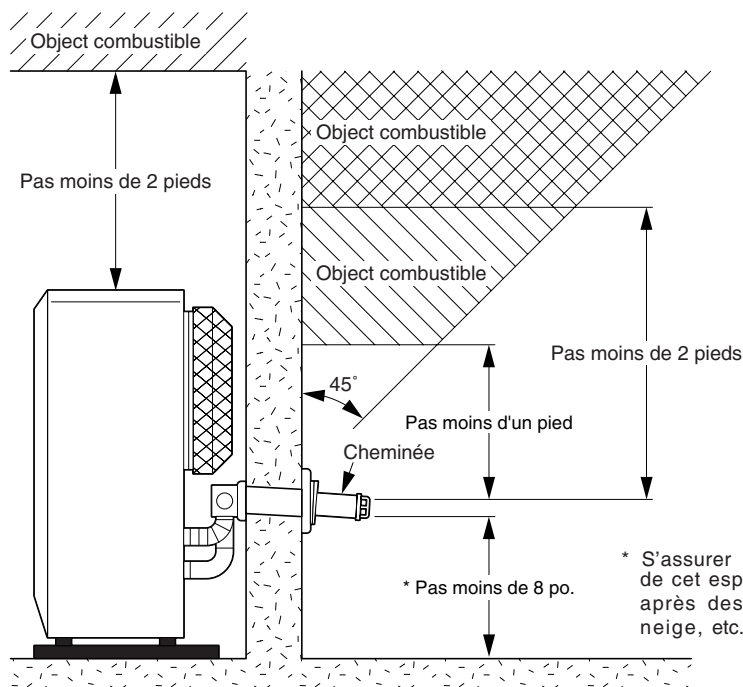

Fig. 2
2. S'assurer que l'espace extérieur où débouchera la cheminée standard est libre de tout objet. (Voir Fig. 2 et 3)
ATTENTION! L'installation d'un tuyau d'évacuation standard, comme le montre la fig. 2, est pour un mur d'une épaisseur de 4 à 9 in. SEULEMENT.